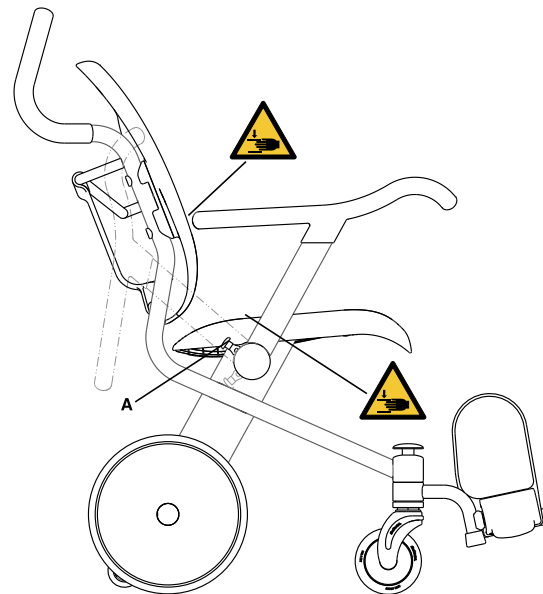

Fig. 8-11: Klempunkter ved løft og sænkning af armlæn
**Hvis du vil løfte armlænene (til bagudrettet position),** skal du trække udad på den gule udløserknop (A) og hæve armlænet, indtil det når stoppet (Fig. 8-11 på side 8-21).
**Hvis du vil sænke armlænene (til fremadrettet position),** skal du sørge for, at patienten er fri af det opklappelige armlæn. Sænk armlænet til den fremadrettede position, indtil armlænet låser på plads (Fig. 8-11 på side 8-21).